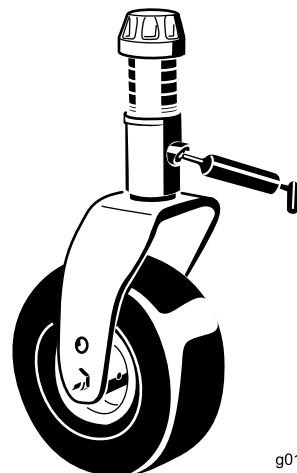

Figure 44
- Bagues d'axe de fourche de roue pivotante (2) (Figure 44)